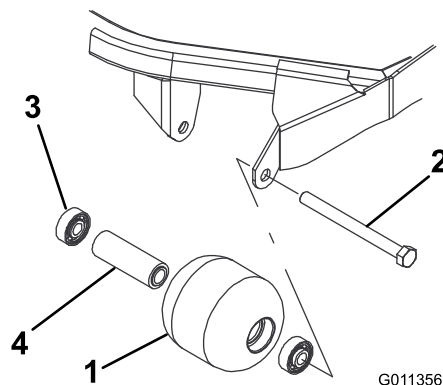

Рисунок 73
1. Снимите болт крепления валика (Рисунок 73).
4. Осмотрите корпус, подшипники и распорную втулку подшипника валика на наличие повреждений (Рисунок 73). Замените поврежденные компоненты и соберите узел.
1. Запрессуйте передний подшипник в корпус валика (Рисунок 73). Прикладывайте усилие только к наружному кольцу или одинаковое усилие к внутреннему и наружному кольцам.
2. Вставьте втулку подшипника (Рисунок 73).
3. Запрессуйте второй подшипник в корпус валика (Рисунок 73), нажимая с одинаковым усилием на внутреннее и наружное кольца до тех пор, пока внутреннее кольцо не войдет в контакт с распорной втулкой подшипника.